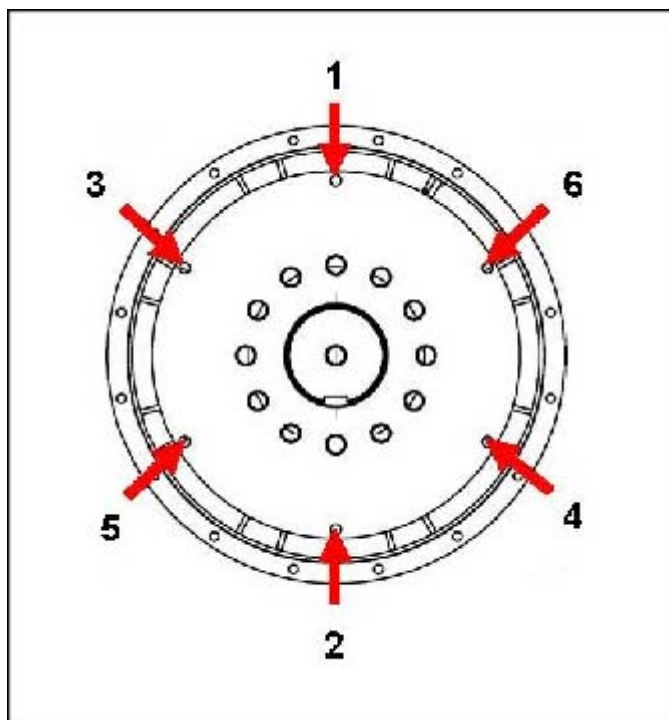

FIGURA 19. SEQUÊNCIA DE FIXAÇÃO NO VOLANTE DO MOTOR
10. Aperte os parafusos para fixar o disco de acoplamento no volante do motor, de acordo com a sequência ilustrada em Figura 19 na página 39